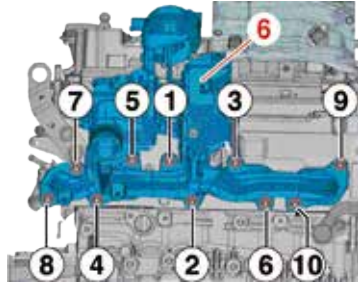

Fig.39
- Staccare l'insieme turbocompressore/collettore di scarico (6) (Fig.39).
- Rispettare l'ordine di serraggio del collettore di scarico (Fig.39).